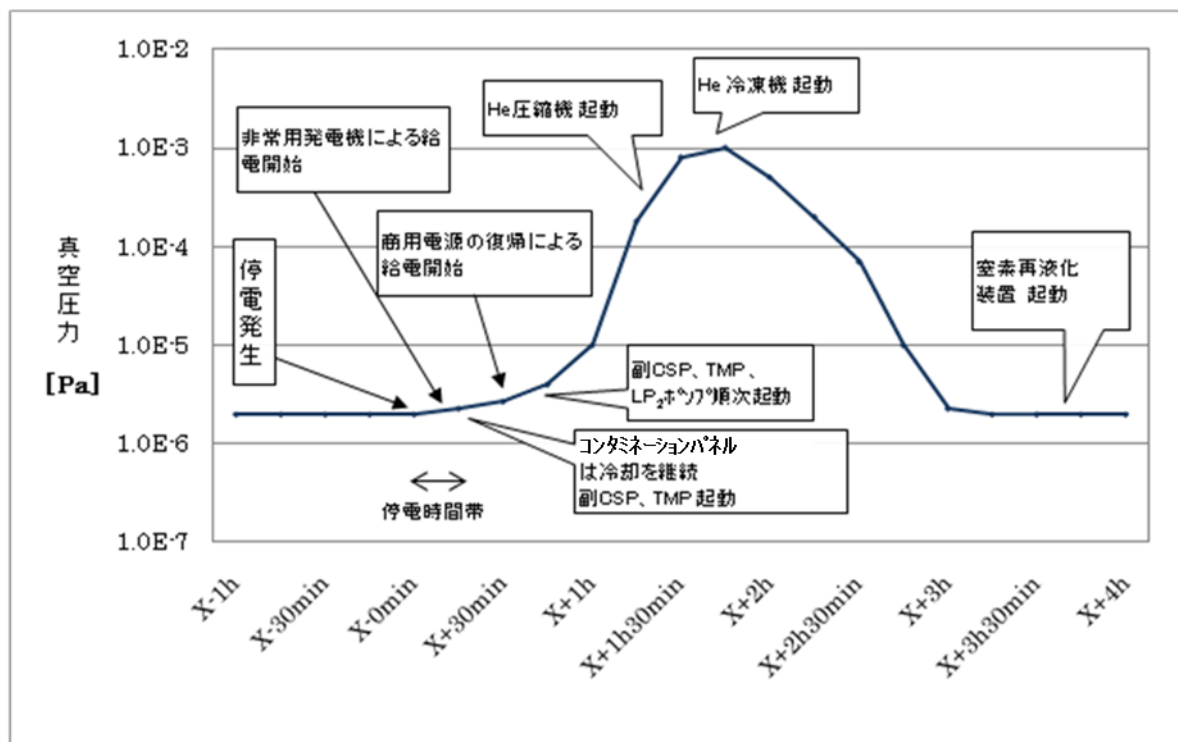

図4-5 20分間停電時のチャンバ内圧力の推移
- (c) 20 分間の停電発生を想定した際のチャンバ内圧力推移を図 4-5 に示します。